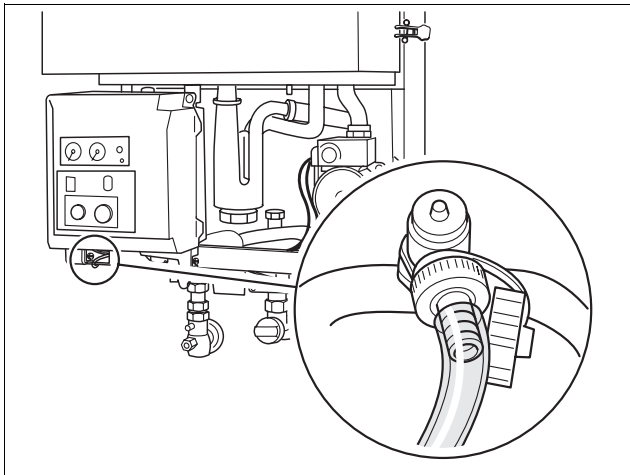

Fig. 3 *Riempire l'impianto di riscaldamento*
- Collegare il tubo riempito d'acqua al rubinetto d'acqua e di carico e scarico (fig. 3) e aprire il rubinetto con la chiave quadrangolare (in dotazione con la fornitura).
- Collegare il tubo pieno d'acqua al rubinetto d'acqua e di carico e scarico (fig. 3) e aprire il rubinetto con la chiave quadrangolare (in dotazione insieme alla fornitura).